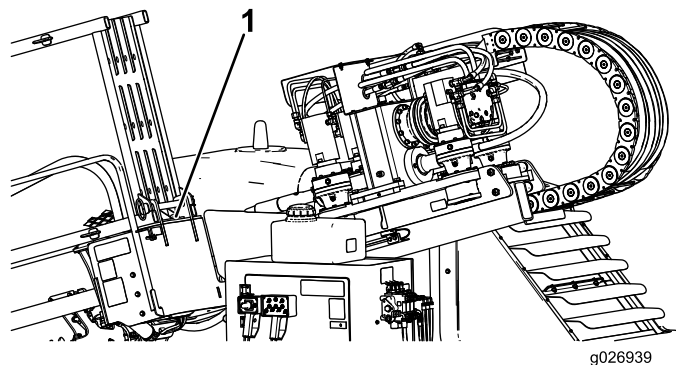

Рисунок 103
- Храните замок гидроцилиндра в задней части держателя трубы (Рисунок 103).